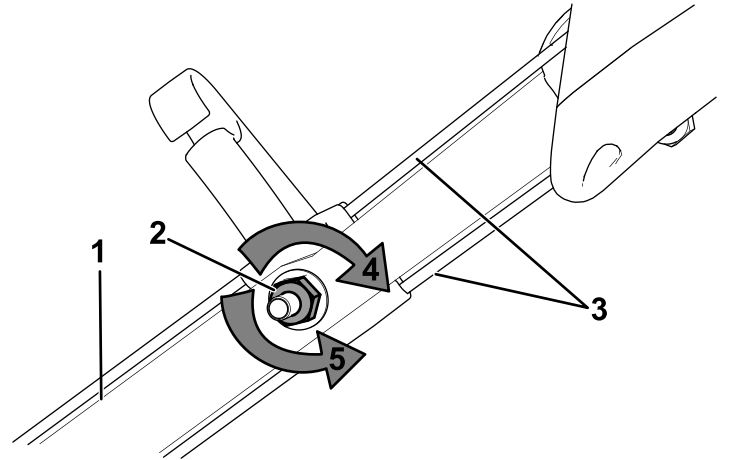

Figure 26
- Tournez l'écrou de réglage dans le sens antihoraire pour desserrer le réglage des câbles (Figure 26).
- Ajustez la tension des câbles (Figure 26) en les tirant en arrière ou en les poussant en avant puis en les maintenant à cette position.